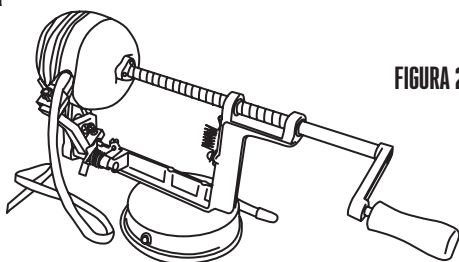

FIGURA 2
5. Gire el mango en el sentido de las manecillas del reloj para comenzar a pelar la manzana (**FIGURA 2**).